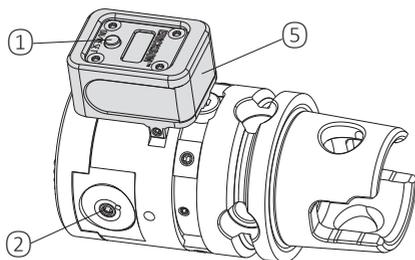
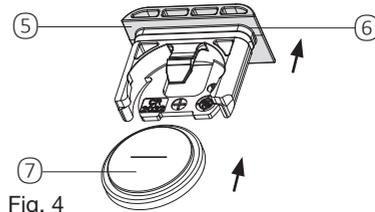

Fig. 2
Fig. 4
### Troca de bateria (Fig. 2 e 4)
A bateria integrada tem uma vida útil de aproximadamente 5 mil ciclos de configuração. Recomendamos manter as baterias de reposição por perto (tipo de bateria VARTA Cr 2032). Quando o símbolo “Low battery” (Bateria fraca) aparecer no visor, as baterias durarão mais cerca de 50 ciclos de configuração. Se, ao ligar, o visor mostrar o código de falha E-99 e “Low battery” (Bateria fraca) piscar, significa que a bateria está gasta e precisa ser substituída. Para substituir, puxe o compartimento da bateria ⑤ (Fig. 2 e 4) para fora da unidade do visor, remova a bateria antiga e descarte-a corretamente. Insira a bateria nova da maneira correta (Fig. 4). Em seguida, deslize o compartimento da bateria de volta para a unidade de exibição.